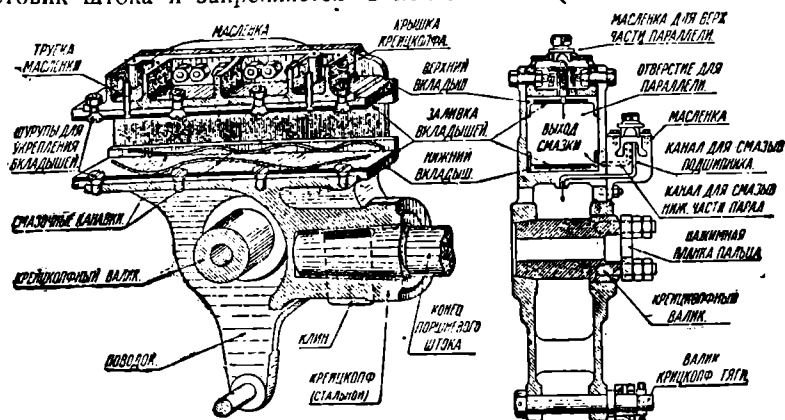

Рис. 80. Крейцкопф пар. сер. Эу в разрезе.
**Крейцкопф.** Поршень, движущийся в цилиндре, имеет выходящий наружу шток. Чтобы передать давление пара колесам, шток соединяют с шатуном при помощи отдельной части, называемой крейцкопфом. Устройство крейцкопфа показано на рис. 80. Сделан он из литой стали. Во втулку крейцкопфа входит хвостовик штока и закрепляется в ней клином. (Так как хвостовик штока
припиливаются и шлифуются. Для того, чтобы крейцкопф мог скользить по параллели, у него имеются вкладыши, залитые баббитом. Смазка трущихся мест наглядно показана на рис. 80. Представленный выше крейцкопф служит для одной параллели. Вообще по-семестно входит в обращение для каждого крейцкопфа только одна параллель. Надев крейцкопф на параллель, сверху кладут крышку и соединяют с телом крейцкопфа рядом болтов. Так как находящаяся под крышкой крейцкопфа пополюшка изнашивается, то, чтобы крейцкопф не провисал вниз и не искривлял штока,